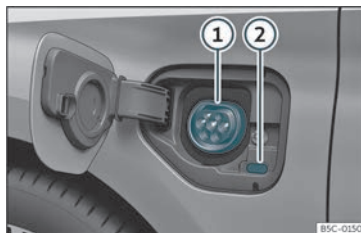

Fig. 189 Por trás da tampa de carregamento da bateria na parte dianteira esquerda: Tomada de carregamento
»» **Fig. 189**
- Com o veículo destrancado, ao pressionar a tampa de carregamento da bateria esta abre-se»» **Fig. 189**.